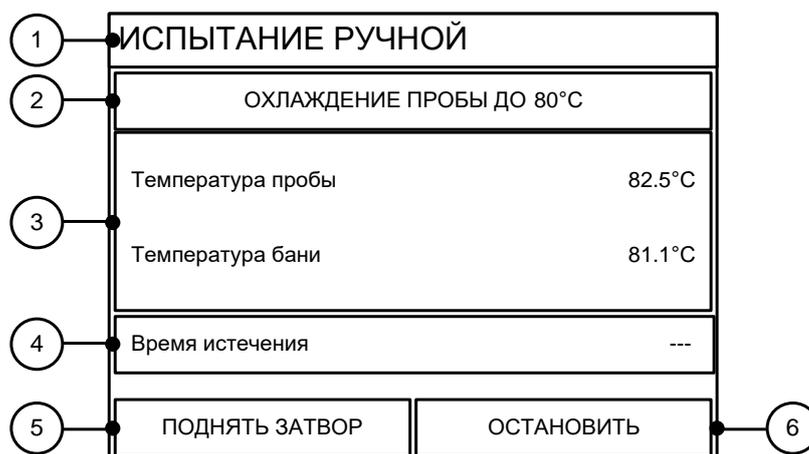

Рисунок 12 - Окно испытания
4.5.1.1.1 Для запуска испытания нажать [ИСПЫТАТЬ] – начнётся испытание с заданными параметрами. На дисплей выводится окно испытания (см. рисунок 12).